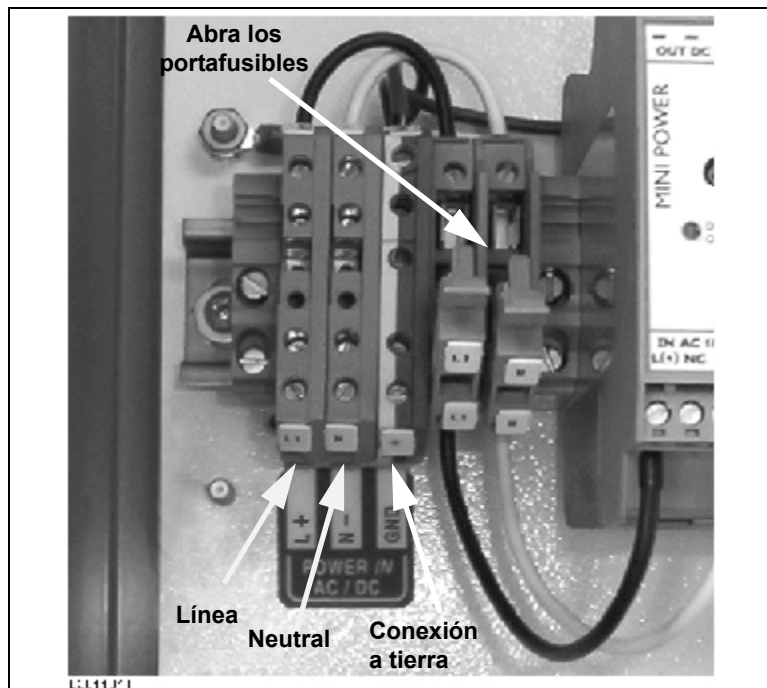

Figura 3
2. Conecte los alambres de la fuente de energía a las terminales de conexión como se muestra en la Figura 3.